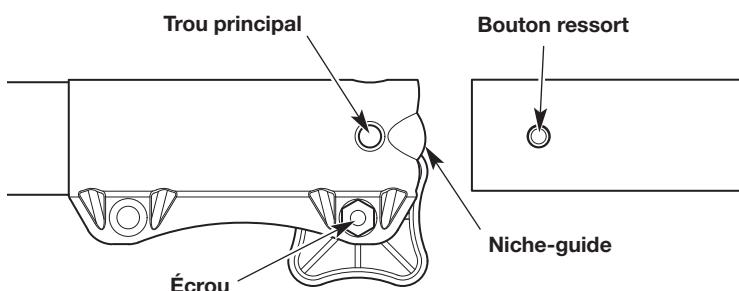

Fig. 4
4. Alignez le bouton de déclenchement avec la rainure de guidage (Fig. 4).
5. Poussez l'accessoire directement dans le coupleur jusqu'à ce que le bouton de déverrouillage s'enclenche fermement dans l'orifice principal (Fig. 4).
REMARQUE : Ne pas serrer l'écrou (Fig. 4).
3. Appuyez et maintenez enfoncé le bouton de déclenchement (Fig. 4).